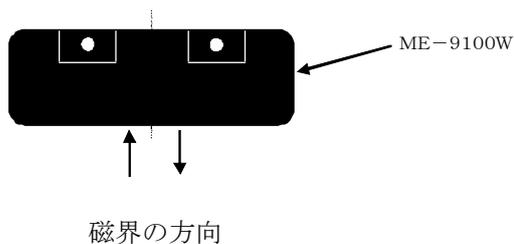

図 8
- (8) モーター等の磁気を発生する機器の近くでご使用になられる場合は、誤動作を起こす可能性がございますので、必ず ご確認の上 ご使用下さい。
- なお、図8に示す方向よりの 動作磁力約0.5～3.0mT以上の磁力が印加された場合は、誤動作致します。